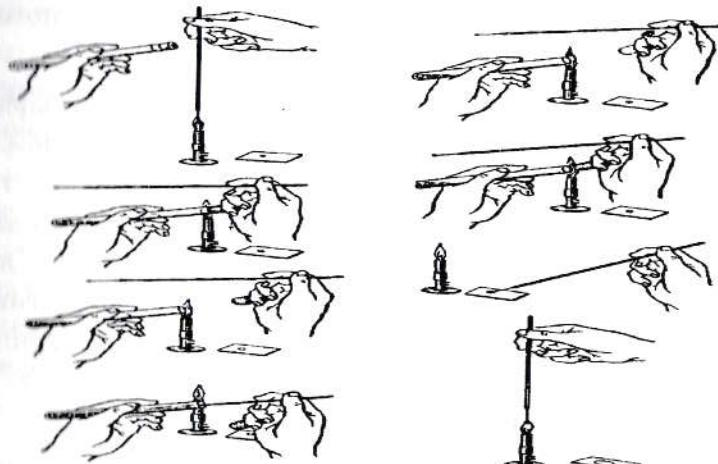

Рисунок 17. Отбор проб бактериальной петлей и приготовление живого препарата.
2. С биомассы исследуемой культуры бактериальной петлей удаляют каплю воды и перемешивают (рисунок 17);